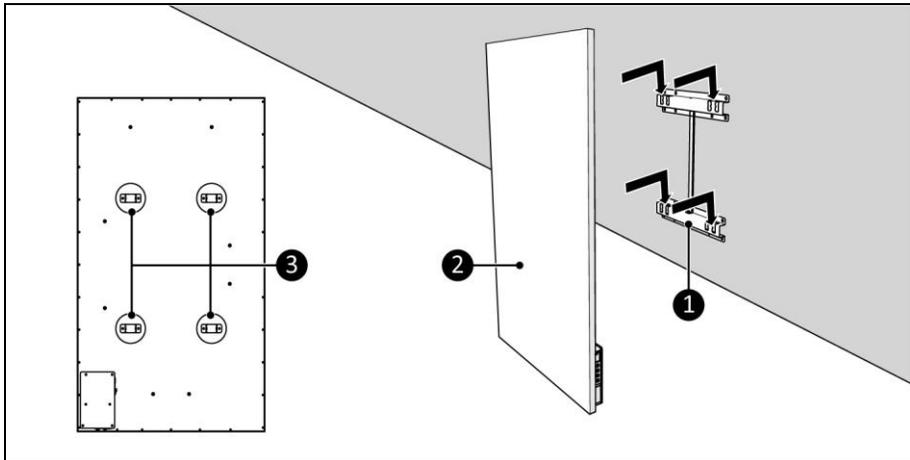

Figura 9
5. Amplașați suporturile dispozitivului (Figura 9, poz. 3) peste suportul de perete (Figura 9, poz. 1).
6. Glisați dispozitivul (Figura 9, poziția 2) în orificiile suportului de perete (Figura 9, poziția 1).